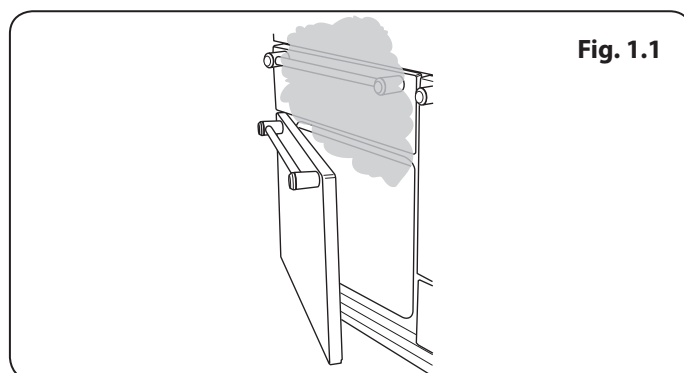

Fig. 1.1
- La cuisson d'aliments à haute teneur en eau peut produire une « bouffée de vapeur » à l'ouverture de la porte du four. Lorsque vous ouvrez la porte du four, reculez-vous et attendez que la vapeur se soit dissipée. (**Fig. 1.1**).